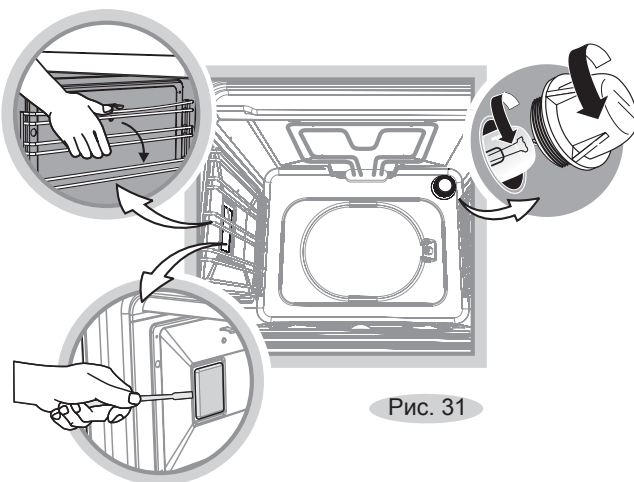

Рис. 31
- Открутите стеклянный плафон (рис. 31).